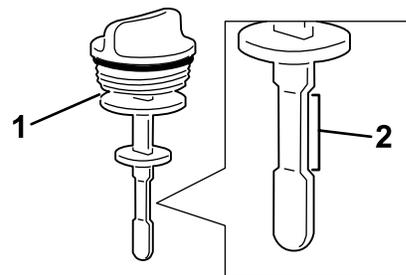

Bild 60
5. Entfernen Sie den Ölpeilstab vom Einfüllstutzen und prüfen Sie den Ölstand. Der Ölstand sollte zwischen den beiden Marken am Peilstab liegen (Bild 60).